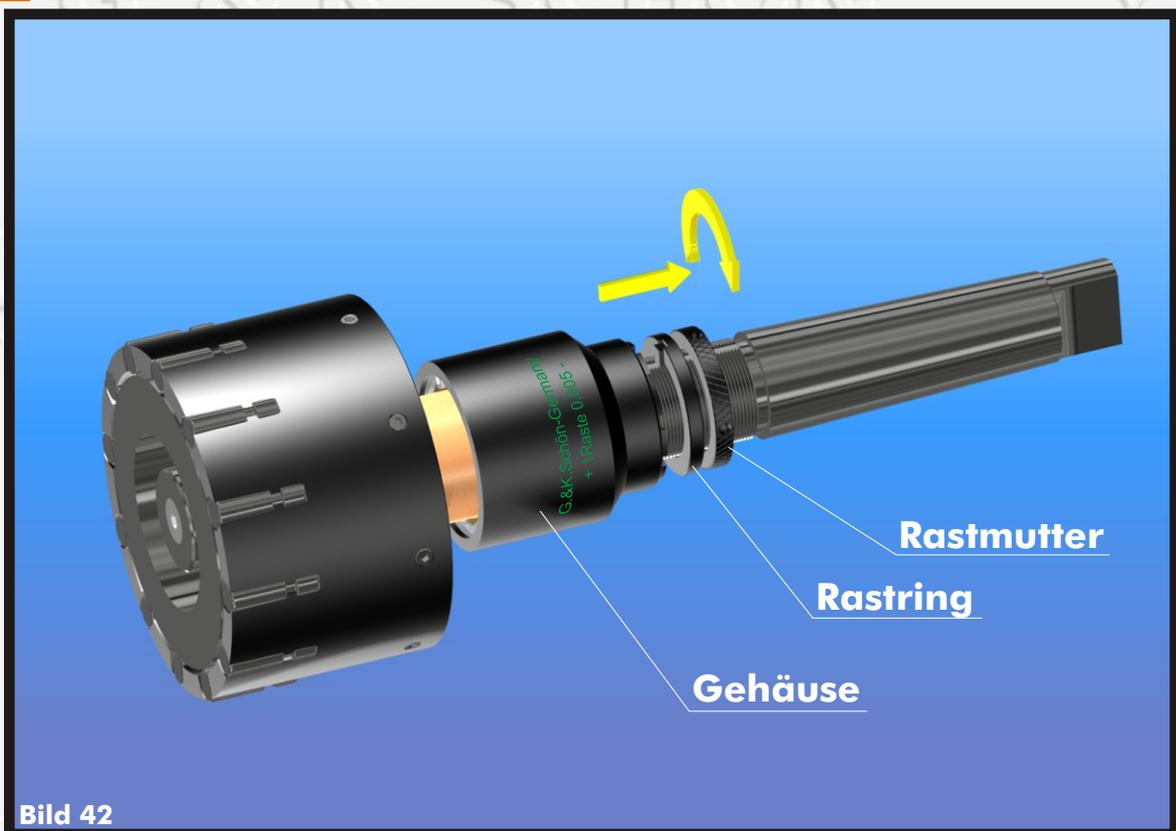

Bild 42
- > Lösen Sie die Rastmutter soweit, dass sich der Rastring aus der Raste herausheben lässt und das Gehäuse frei drehbar wird. (Bild 42)